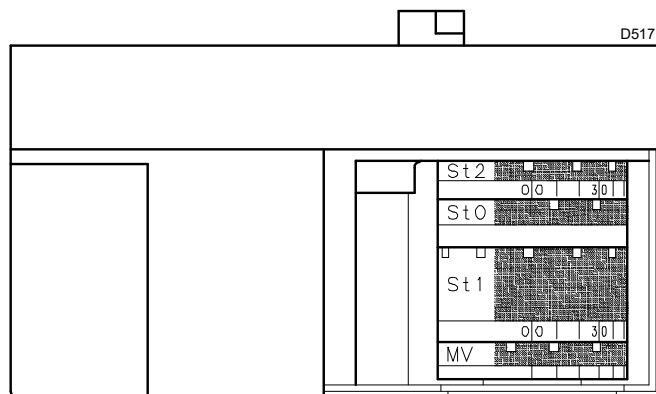

Рис. 27
- Если его необходимо снизить, слегка уменьшите угол оранжевого рычажка (Рис. 27 на стр. 27) небольшими последовательными перемещениями, то есть перейдите с угла 15° на 13°, 11° и т. д.